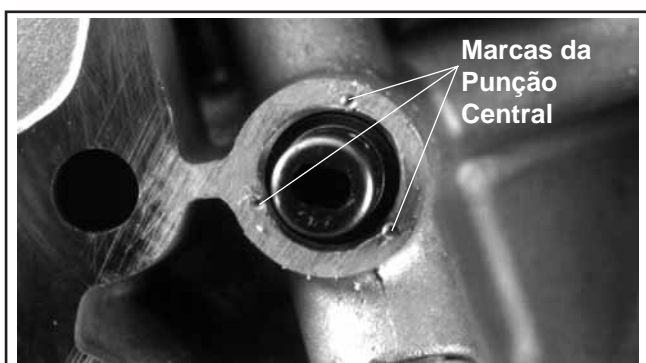

Figura 11-17. Marcas de Fixação de Punção Central.
2. Fixe a saliência fundida com uma punção central em 3 ou 4 localizações perto da extremidade interior para bloquear a válvula de alívio no lugar. Consulte a Figura 11-17. Não use Loctite®.